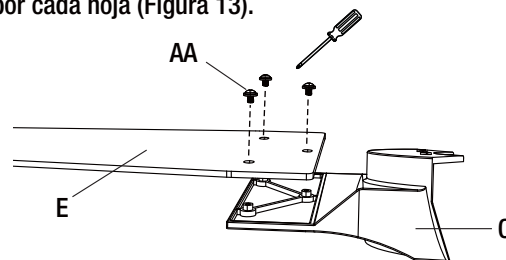

Figura 13
- Monte los soportes de las hojas (C) a las hojas del ventilador (E) con los tornillos de la hoja (AA) provistos, 3 por cada hoja (Figura 13).